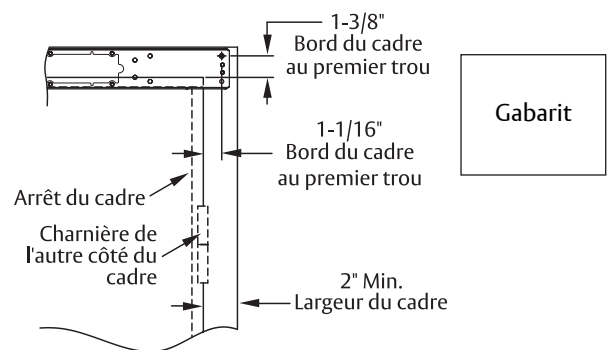

Figure 2 Côté droit
2. Mesurer et marquer le premier trou de montage selon le gabarit. (Figure 2)